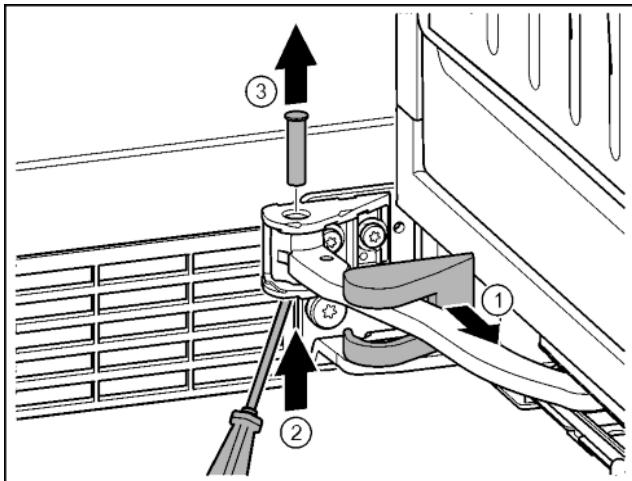

Fig. 14
- Снять крышку опорного кронштейна и переместить вдоль шарнира. Fig. 14 (1)
- Рукой или отверткой приподнять палец снизу. Fig. 14 (2)
- Вставить отвертку под головку пальца и вытащить его. Fig. 14 (3)